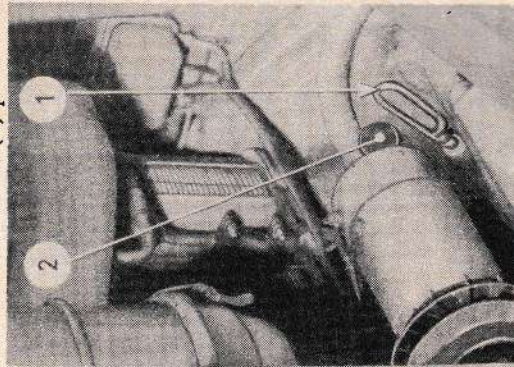

Bild 10
Ölstand am Ölmeßstab (1) prüfen. Bei Ölstand nahe der unteren Marke Öl durch Öleinfüllstutzen (2) bis zur oberen Marke auffüllen (Bild 10).